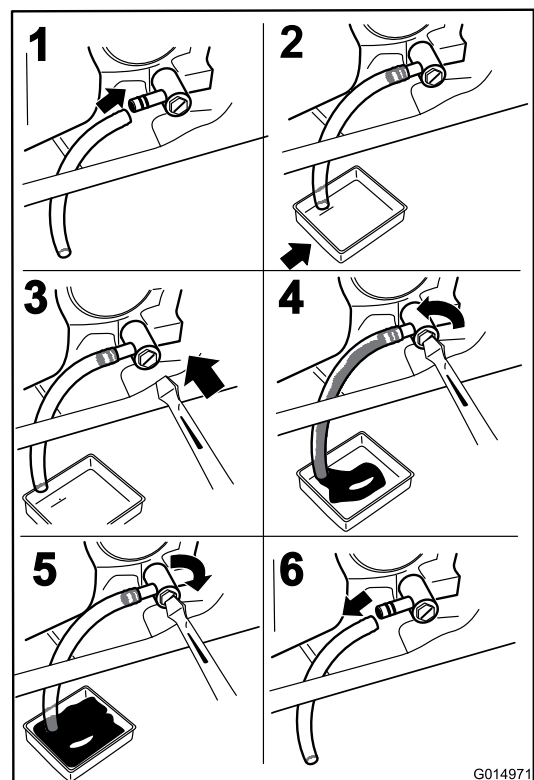

Figura 39
3. Pare el motor, retire la llave y espere a que se detengan todas las piezas en movimiento antes de abandonar el puesto del operador (Figura 39).